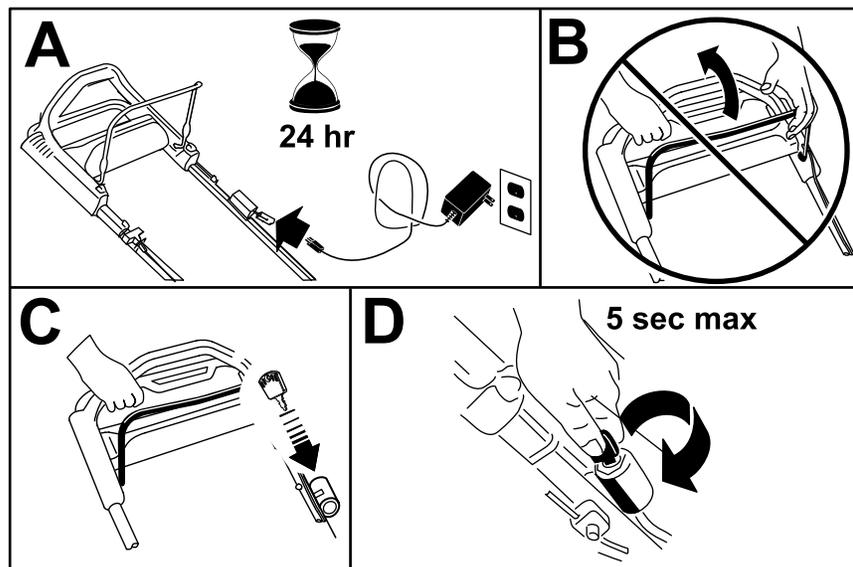

Figure 15
1. Chargez la batterie pendant 24 heures avant d'utiliser la machine pour la première fois (A de Figure 15).
**Important:** N'essayez pas de démarrer le moteur alors que la barre de commande des lames est engagée, au risque de faire griller le fusible (B de Figure 15).
2. Introduisez la clé dans le commutateur d'allumage (C de Figure 15).
3. Tournez et maintenez la clé de contact en position démarrage et relâchez-la lorsque le moteur démarre (D de Figure 15).